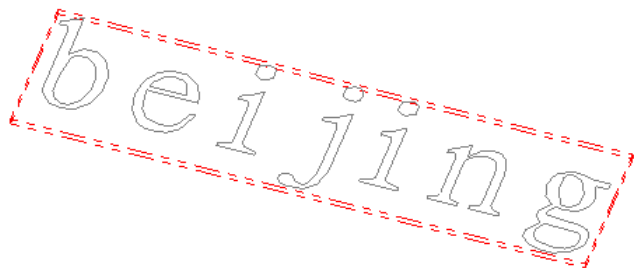

图 4.5.4 显示工件
Step5. 单击“机床群组属性”对话框中的  按钮，完成工件的设置。此时，零件如图 4.5.4 所示，从图中可以观察到零件的边缘多了红色的双点画线，双点画线围成的图形即为工件。